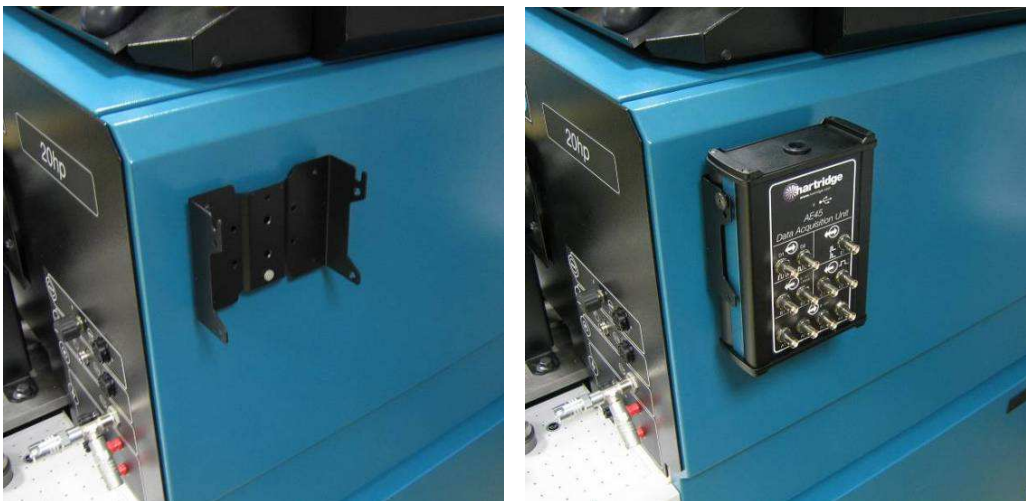

Figuur 2.2: AE45/8 Installatie
21. Installeer de AE45/8 op de aansluitingen zoals in Figuur 2.2 hieronder, en zorg dat alle bestaande bekabeling goed vastzit.